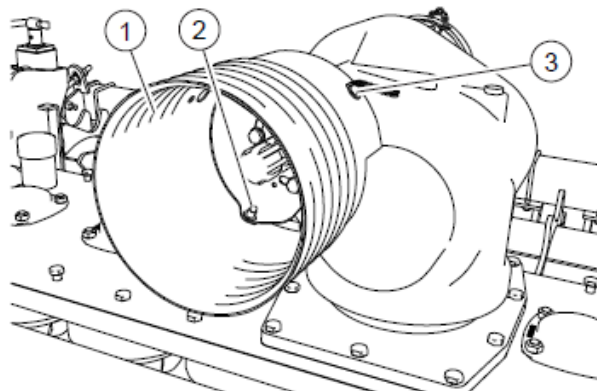

FIG. 12
- Mettre en place le protecteur (1, "Fig. 12"). Serrer les vis (2). Serrer le boulon (3).